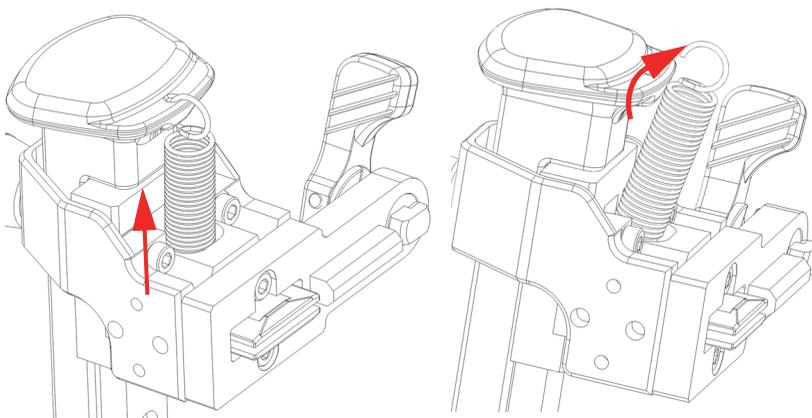

Figure 2-30 Retrait du ressort du trou de la poignée de levage
2. Retirez la partie supérieure du ressort du trou situé dans la poignée de levage du bras à ressort (Figure 2-30 à la page 65).